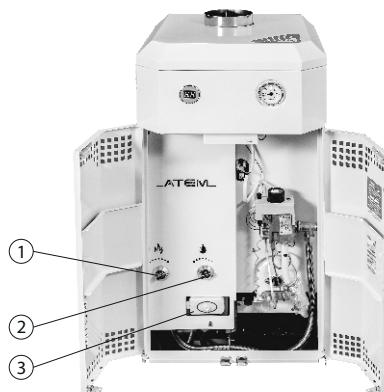

Рис. 12 Порядок работы водонагревателя
Регулирование мощности аппарата производится поворотом ручки "расход газа" (1) рис. 12 в рамках положений "меньше" - "больше" или изменением расхода воды, проходящей через аппарат ручкой (2) "Расход воды".